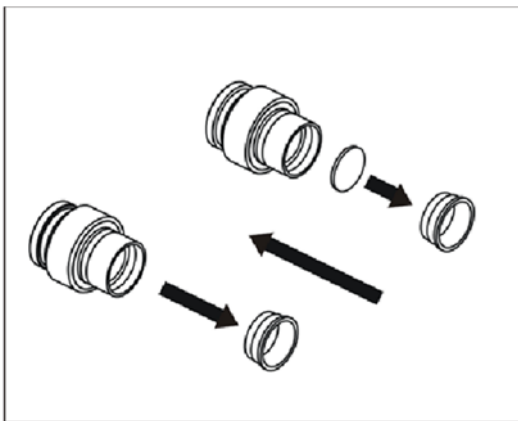

Fig.5
1. Gire y retire el anillo del montaje del ocular. (Fig.5)